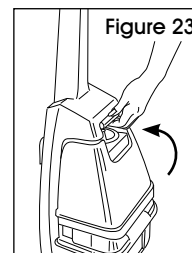

Figure 23
6. Placez la partie inférieure du réservoir dans l'appareil, puis appuyez sur la poignée du réservoir pour l'enclencher. (Voir Figure 23)